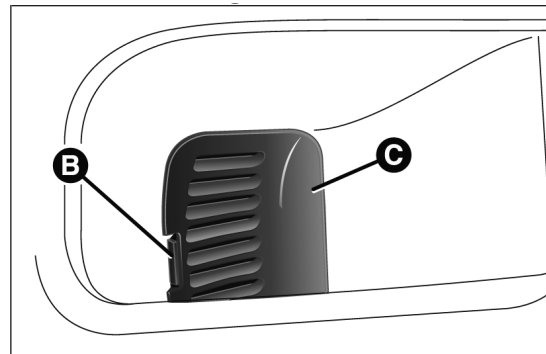

fig. 183
- en agissant sur la languette B fig. 183, retirer le couvercle de protection C (situé sur la partie latérale du coffre) ;